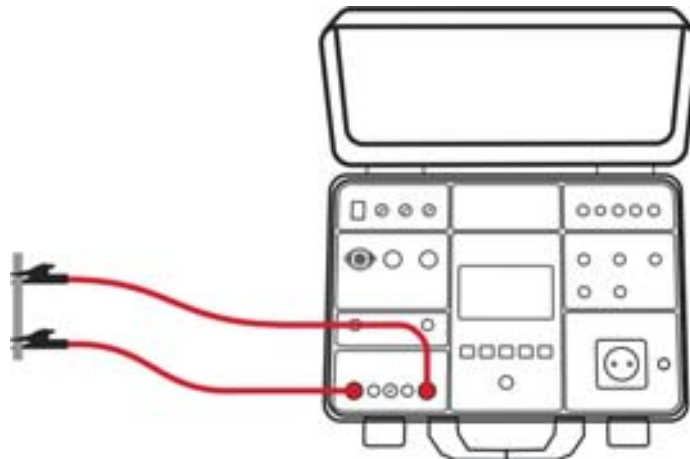

Fig. 26: Calibrazione terminali di misura
4. Collegare i terminali di misura alle bocche **RPE** e assicurarsi che due coccodrilli siano collegati il più vicino possibile l'uno all'altro e a una porzione di filo non isolato (vedere Fig. 26)